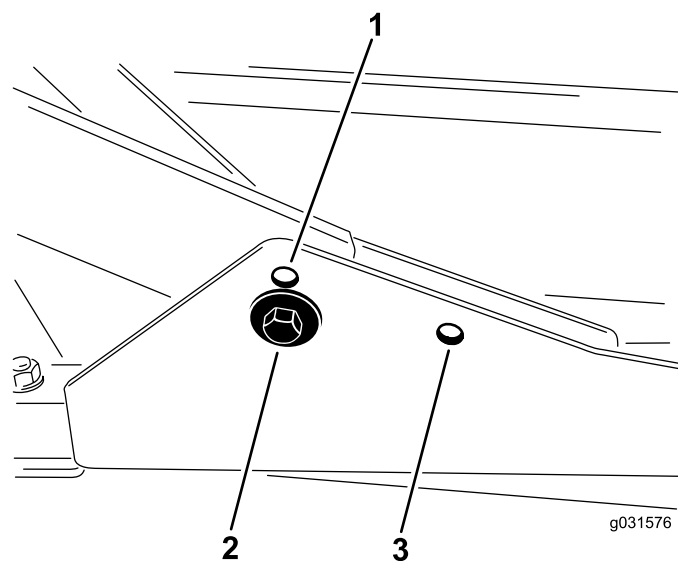

図 15
1. 刈高を 20-76 mm にセットする場合には、前キャリアフレームを下側の穴に取り付けます 図 15。
2. 刈高を 63-100 mm にセットする場合には、前キャリアフレームを上側の穴に取り付けます 図 15。
後カッティングデッキは、刈り高に関係なく後側の取り付け穴を使って取り付けます 図 15。